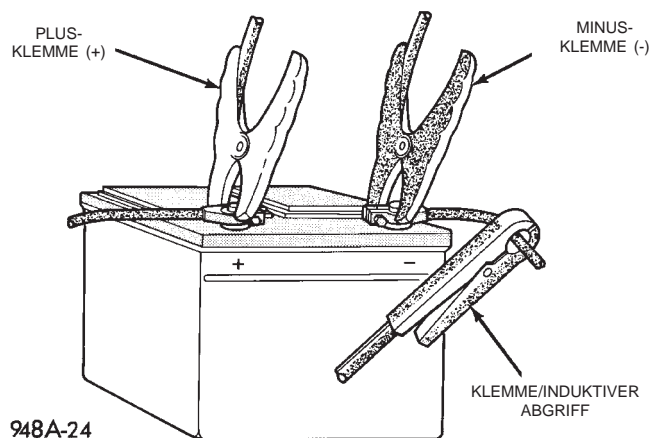

Abb. 1 Anschlüsse des Volt-/Ampere-Prüfgeräts—
(1) Ein geeignetes Volt-/Ampere-Prüfgerät an den Batteriepolen anschließen (Abb. 1). Hierbei die Bedienungsanleitung des verwendeten Geräts beachten.
(2) Feststellbremse vollständig anziehen.
(3) Bei Fahrzeugen mit Schaltgetriebe den Schaltehebel in die Leerlaufstellung bringen und das Kupplungspedal vollständig niedertreten. Bei Fahrzeugen mit Automatikgetriebe den Gangwählhebel in die Parkstellung bringen.
(4) Alle Leuchten und alle elektrischen Zusatzverbraucher ausschalten.
(5) Um das versehentliche Anspringen des Motors zu verhindern, das automatische Abschaltrelais